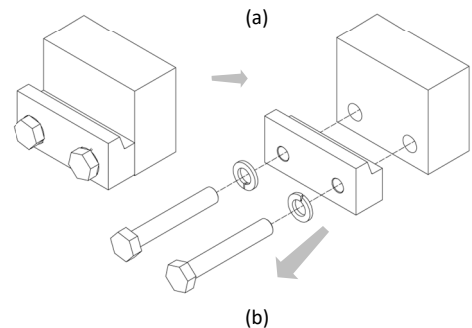

Abbildung 2
4. Entfernen Sie die unteren Haken vom Gerät (siehe *Abbildung 2*).
2. Entfernen Sie die unteren Haken von der Struktur (siehe *Abbildung 2* auf Seite 8).